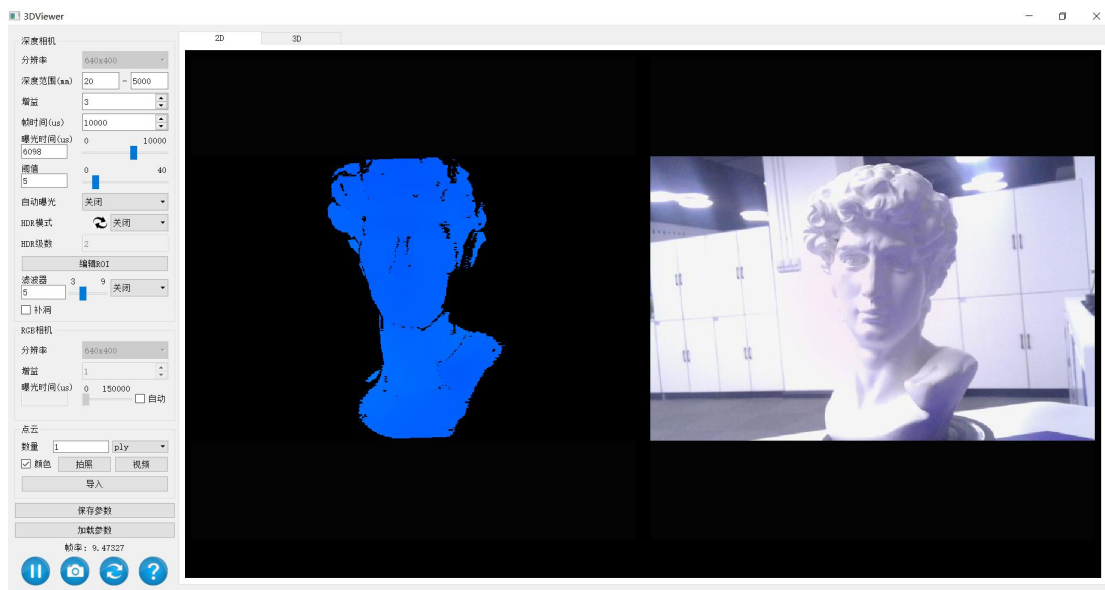

图 5
- (4) 点击连接，进入 3DViewer 预览界面，如图 5